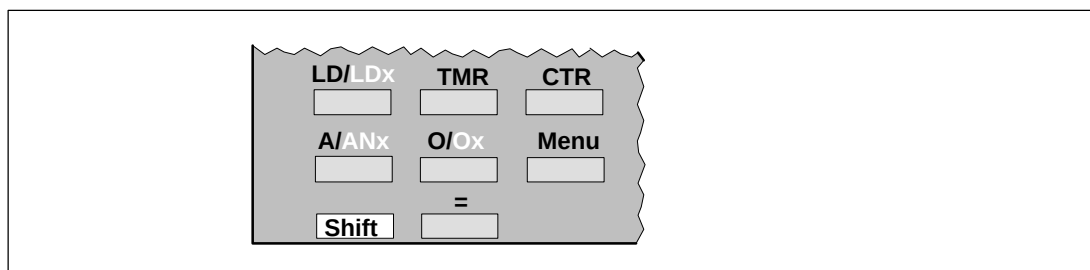

Figura 5-1 Tasti per l'introduzione di operazioni
La figura 5-1 riporta i tasti che si attivano quando si introducono le operazioni.
- Premere uno dei tasti riportati alla figura 5-1 per visualizzare l'operazione prima della sbarra obliqua.
Se si preme un tasto non visualizzato alla figura 5-1 l'introduzione viene respinta con il messaggio "ERRORE SINTASSI". Questo messaggio deve essere sempre confermato con . Una lista dei tasti più importanti è inclusa al capitolo A.1.